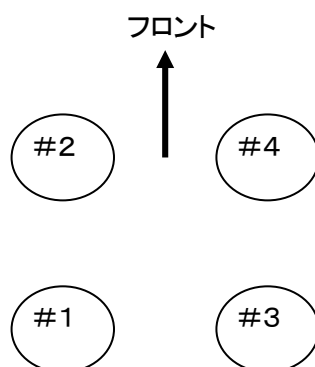
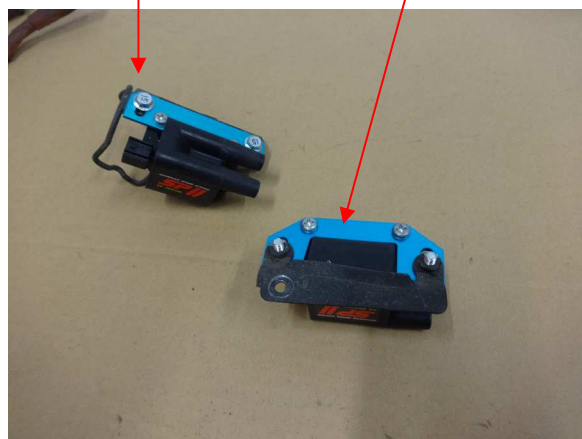

図1、シリンダNo.
図3、ノーマルブラケットの取付け
- ③9ページ「プラグコードコネクタ装着方法」に従ってプラグコードを SP II コイルに装着して下さい。プラグコード／キャップはリーク防止のため、新品又は良品を使用して下さい。
- ④SP II イグニッションコイルにノーマルコイルブラケットを取り付けて(図3)フレームなどに当たらないように位置を調整して車両に取り付けて下さい(付属の6 * 15mmボルトを使用)(図6、図7)。リヤ側コイルは前後逆になります。
- ⑤付属の1次コネクタで配線の色に注意して接続して下さい。メインワイヤハーネスの黒／白(電源)を SP II コイルの赤と接続して下さい。ワイヤハーネスの青／黄(#1、3コイル用)を後側SP II コイルの黄と接続して下さい。ワイヤハーネスの黄／青(#2、4コイル用)を前側 SP II コイルの黄と接続して下さい。
- ⑥それぞれのプラグキャップを各シリンダプラグへ装着してください。左後側が#1シリンダです(図1)。